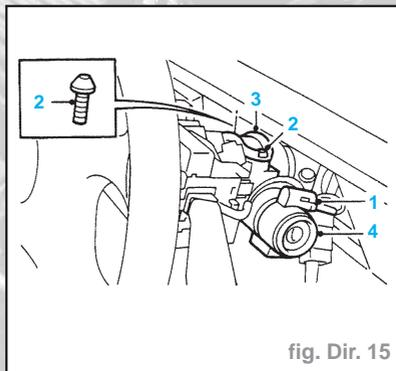

fig. Dir. 15
- Retirer le porte-ampoule (1) de la coquille de verrou de colonne de direction (Fig. Dir. 15).